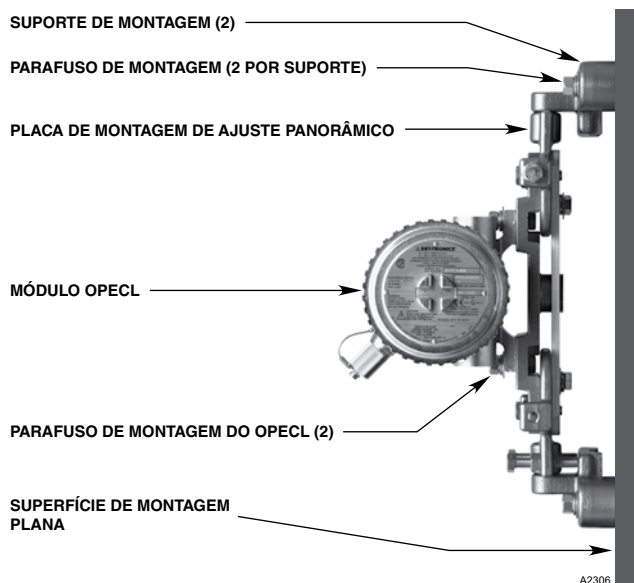

Figura 6 — Detector de gás OPECL montado em superfície plana
- Para montagem em uma superfície plana, consulte a Figura 6.